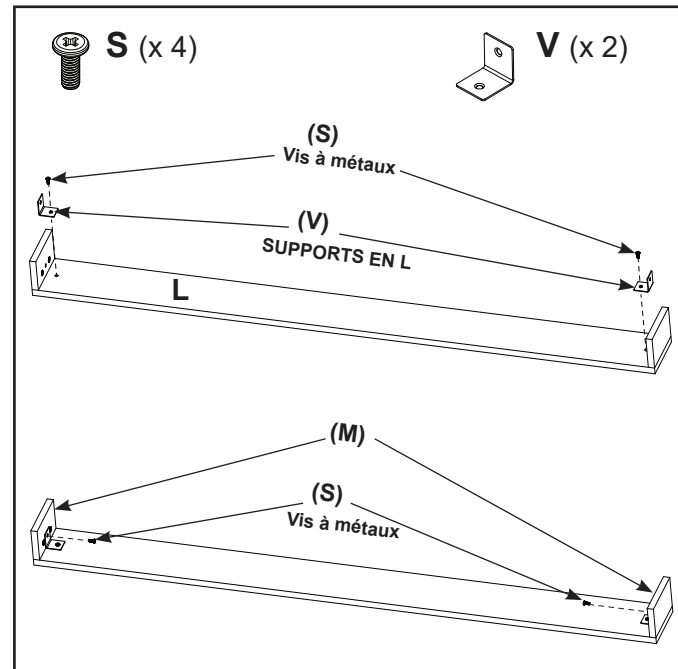

Figure 31
- Installez deux (2) supports en L (V) sur la pièce « L » à l'aide de deux (02) vis M6 X 15 (S). Installez deux (2) supports en L (V) sur la pièce « M » à l'aide de deux (02) vis M6 X 15 (S). Voir la figure 31.